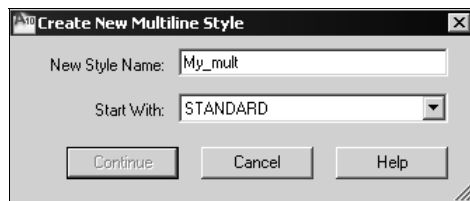
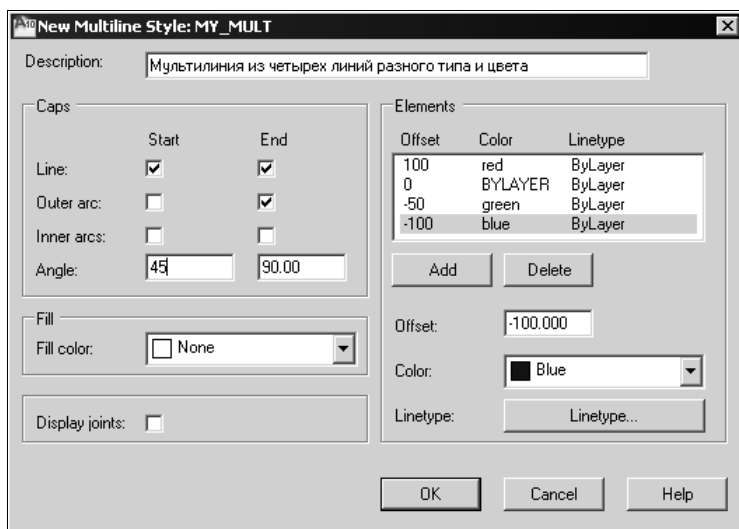

Рис. 7.11. Присвоение имени новому стилю мультилиний
Рис. 7.12. Диалоговое окно создания нового стиля мультилиний
3. Если создается новый стиль мультилинии, то появляется диалоговое окно **Create New Multiline Style** (Создание нового стиля мультилинии) (рис. 7.11), в котором введите имя нового стиля в поле **New Style Name** (Имя) и щелкните кнопку **Continue** (Далее) для выхода из окна. Появится диалоговое окно **New Multiline Style** (Новый стиль мультилинии) (рис. 7.12).